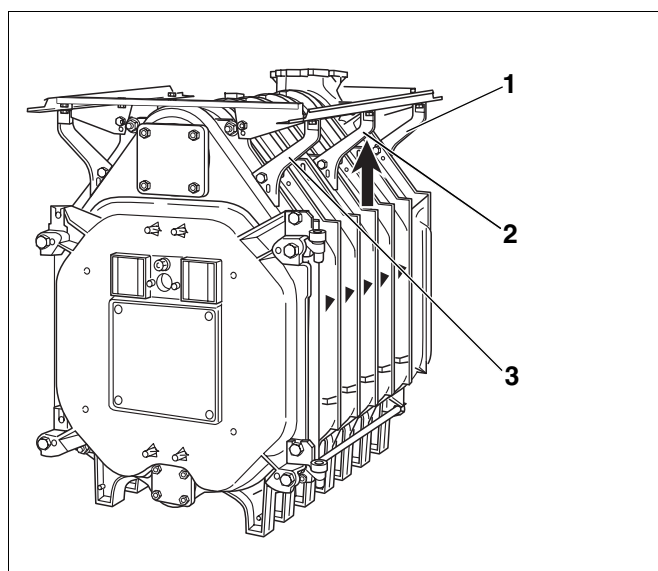

Fig. 40 Reglarea șinei longitudinale
- Se ajustează șina longitudinală și apoi se strâng șuruburile consolelor de pe elementul anterior respectiv posterior (fig. 40, **poz. 1 și 3**).
- Consolele din mijloc (fig. 40, **poz. 2**) se glisează de jos spre șinele longitudinale și se fixează strâns cu șuruburi de blocul cazanului.